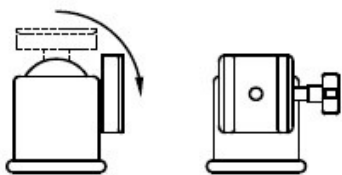

Abb. 1
1. Drehen Sie den Hals des Kugelkopfes mit der Kupplung in die waagerechte Position (in die Aussparung der Kugelkopfpfanne) wie in Abb. 1 gezeigt.